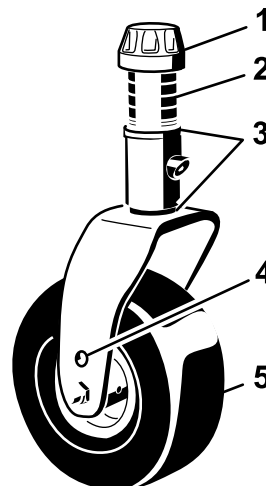
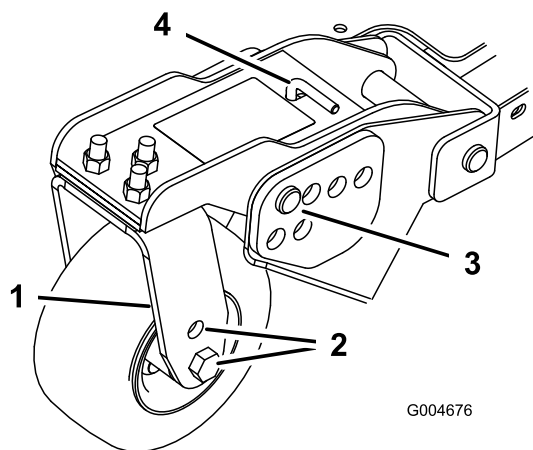
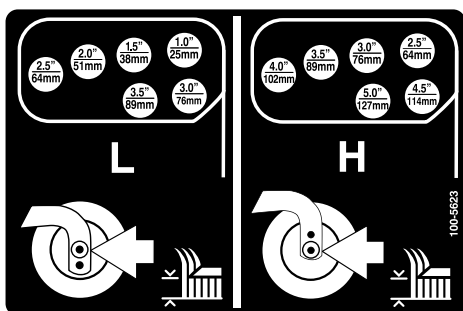

Figure 20
Figure 22
Figure 23
- Placez les essieux des roues pivotantes dans les mêmes trous sur toutes les fourches (Figure 20 et Figure 22). Pour choisir les trous corrects pour la hauteur de coupe requise, reportez-vous au tableau suivant.
- Enlevez le chapeau de tension de l'axe de pivot (Figure 20) et sortez l'axe du bras pivotant. Remplacez les 2 cales (3 mm) sur l'axe de pivot comme à l'origine. Elles sont requises pour que les plateaux de coupe soient parfaitement de niveau sur toute la largeur.
- Enlevez la goupille fendue et les axes de chape des bras pivotant (Figure 22).
- Tournez la tige de tension pour élever ou abaisser le bras de pivot jusqu'à ce que les trous soient en face de ceux du support de hauteur de coupe sélectionnés dans le bâti du plateau de coupe (Figure 22 et Figure 23).